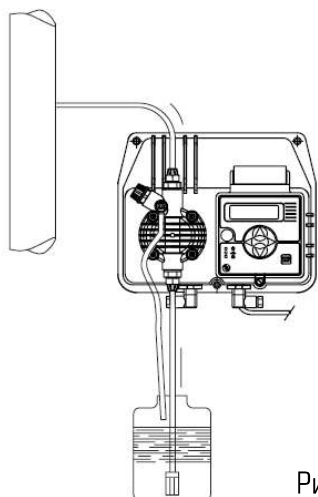
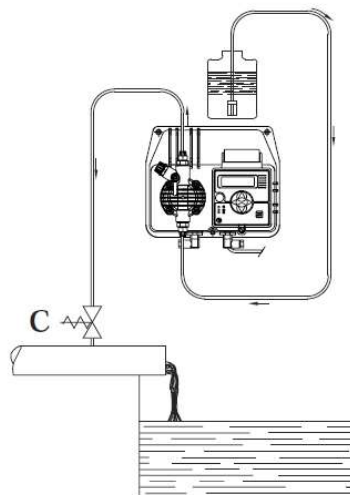

Рис. 5
Рис. 6
- c.** — Расположите насос, как показано на рис. 5, учитывая, что его можно устанавливать, как выше, так и ниже уровня дозируемой жидкости, при этом перепад уровней не должен превышать 2-х метров. Если система работает при атмосферном давлении (без обратного), а емкость с реагентами расположена выше насоса (рис. 6) необходимо часто проверять состояние клапана впрыска, т.к. его износ может вызвать попадание реагента в систему даже при выключенном насосе. Если данная проблема появляется, Вам необходимо установить антисифонный клапан **C** между точкой выброса и клапаном. Не устанавливайте насос над емкостью с химическими препаратами, выделяющими большое количество паров, за исключением случаев, когда емкость герметично закупорена.